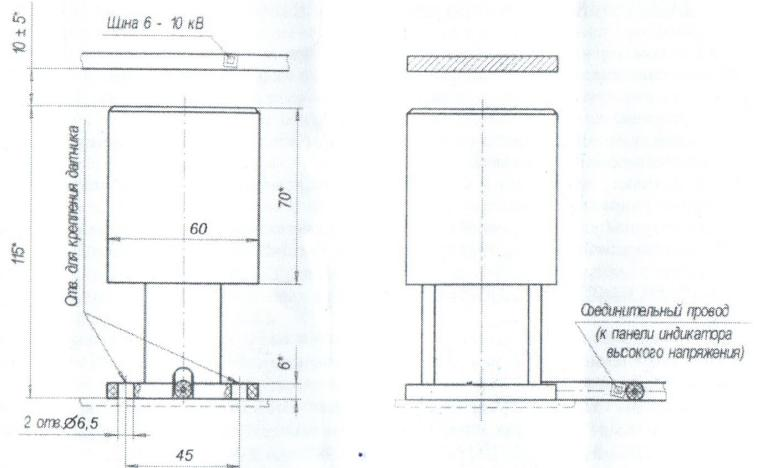

Рис. 1 Схема крепления датчиков.
- емкостные датчики высокого напряжения с соединительными проводами в количестве трех штук (рис.1);
Датчик высокого напряжения емкостного типа (рис.1), представляет собой изолированную конструкцию, которая крепится на заземленном основании под шинопроводом на расстоянии  $10 \pm 5$  мм от него. Для крепления датчика предусмотрены два отверстия Ø 6,5 мм.
- Установить датчики под шинами электрооборудования и закрепить крепежными деталями, согласно рис. 1. Допускаются и другие способы установки датчиков. Рекомендуемые расстояния между шиной и высоковольтным датчиком: 5-10 мм для номинального напряжения 6 кВ; 10-15 мм для номинального напряжения 10 кВ.